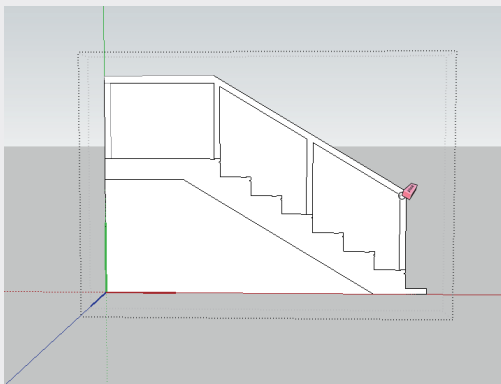

图3-217
- 06 选中“擦除”工具, 将楼梯的细节部分删除，整理结果如图3-217所示。